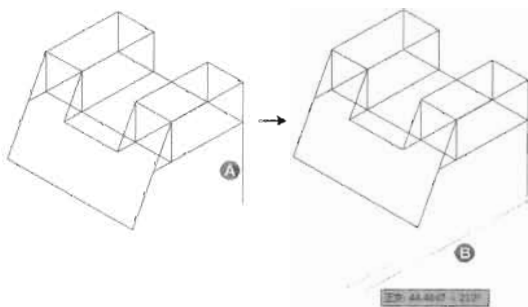

图 11-34
(1) 把“底座下部”图层设置为当前图层。
(2) 执行“修改>拉长”菜单命令，把如图 11-34 所示 A 直线拉长 20mm，然后按功能键 F5 切换到右视平面，以拉长后的直线的下端点为基点绘制一条长为 50mm 的直线 (B 直线)，如图 11-34 所示，命令执行过程如下。
选择对象或 [增量(DE)/百分数(P)/全部(T)/动态(DY)]: //选择图 11-34 中的 A 直线
选择要修改的对象或 [放弃(U)]: //鼠标左键单击图 11-34 中 A 直线的下端